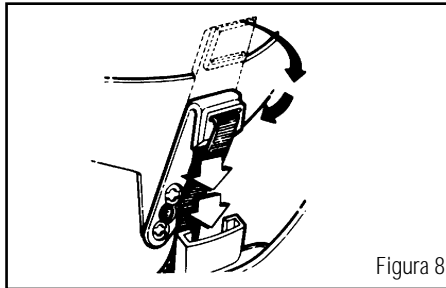

Figura 8
- Doblando las claves de suspensión en la bisagra, inserte las claves en las ranuras correspondientes. Empuje con firmeza hasta que las claves se traben en su lugar. (Figura 8)